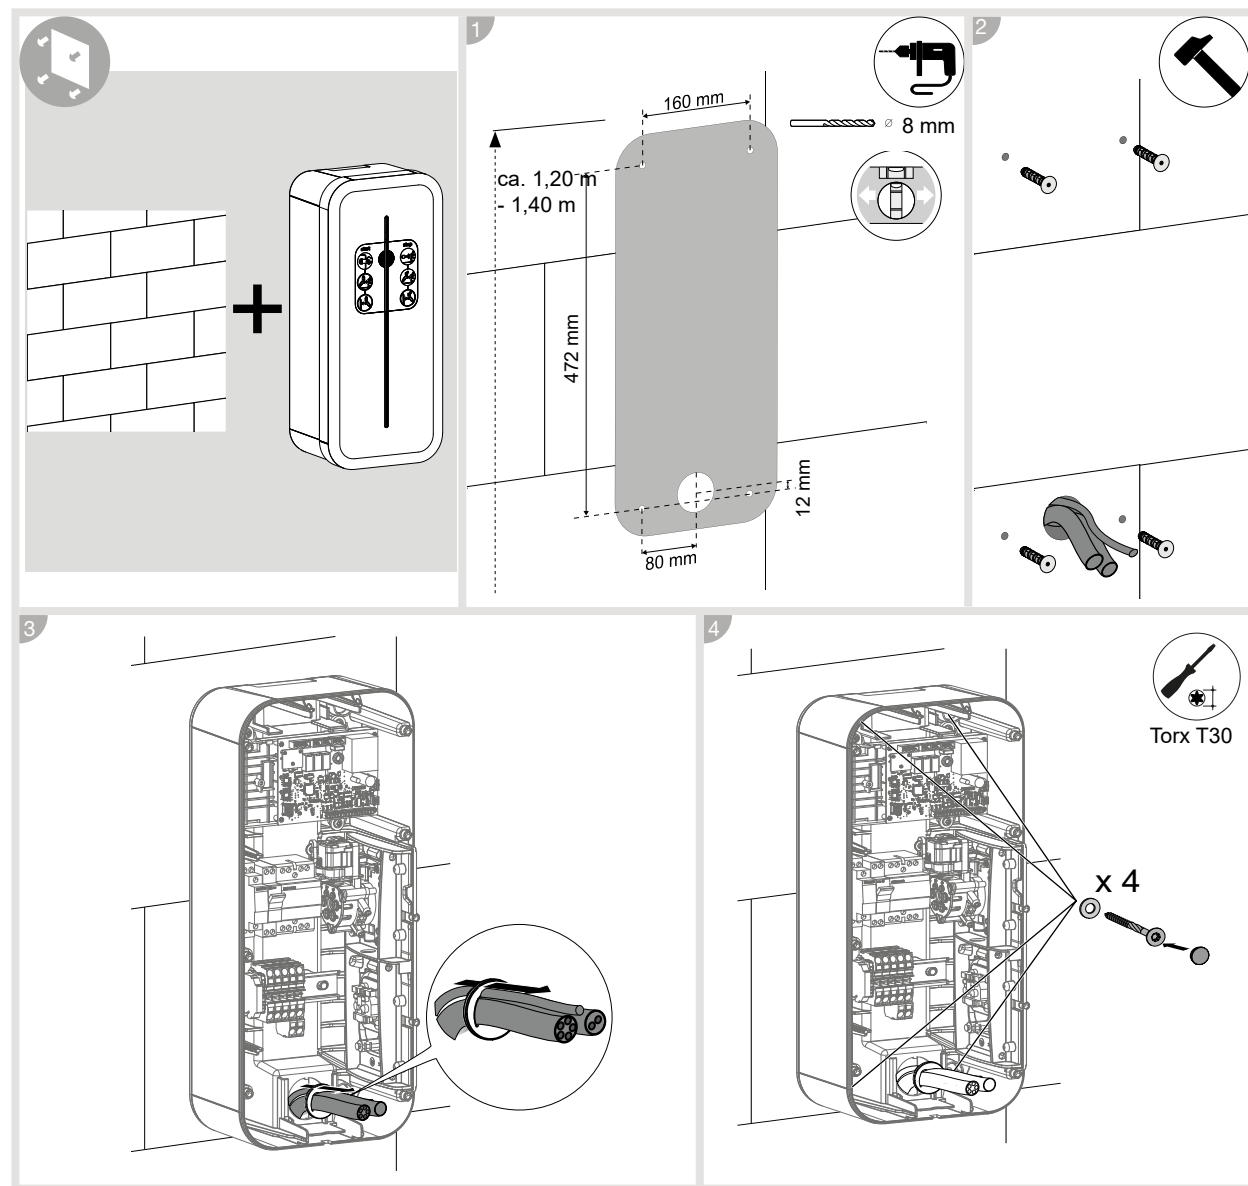

Bild 14: Montage auf der Wand, Zuleitung von hinten aus der Wand
- Gehäuse auf der Wand montieren (Bild 14).